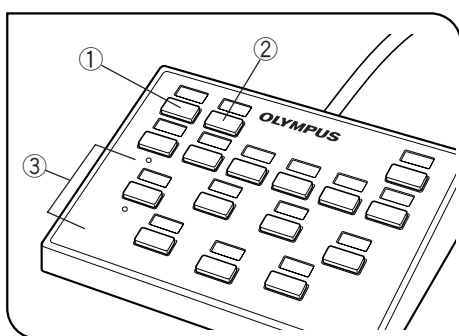

図 4
1 観察光路の切換え (図 4)
2 視野絞り (FS) の心出し (図4,5)
- 1) ハンドスイッチのBFボタン①を押して、落射明視野光路に切替えます。
- 2) ハンドスイッチの対物レンズボタン③(図4)を押して、10×対物レンズを光路に入れ、おおよそのピントを合わせます。